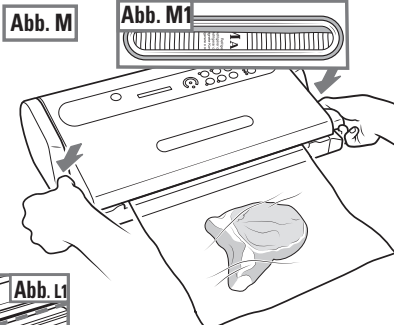

Abb. M1
**b)** Den Beutel mit dem Inhalt vor das Gerät legen, das offene Beutelende in die Vakuumkammer (8) legen (Abb. L und L1).
**c)** Das Gerät schließen und die **Griffe** (1) auf **START** (Abb. M) stellen; durch das **Leuchtschauglas** (3) kontrollieren, dass sich das offene Ende des Beutels in der **Vakuumkammer** (8) befindet (Abb. M1).
- b) Den Beutel mit dem Inhalt vor das Gerät legen, das offene Beutelende in die **Vakuumkammer** (8) legen (Abb. L und L1).
- c) Das Gerät schließen und die **Griffe** (1) auf **START** (Abb. M) stellen; durch das **Leucht-Schauglas** (3) kontrollieren, dass sich das offene Ende des Beutels in der Vakuumkammer (8) befindet (Abb. M1).